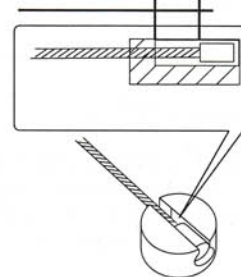

Рис. 9
1. Подготовка к запуску двигателя (Рис. 9)